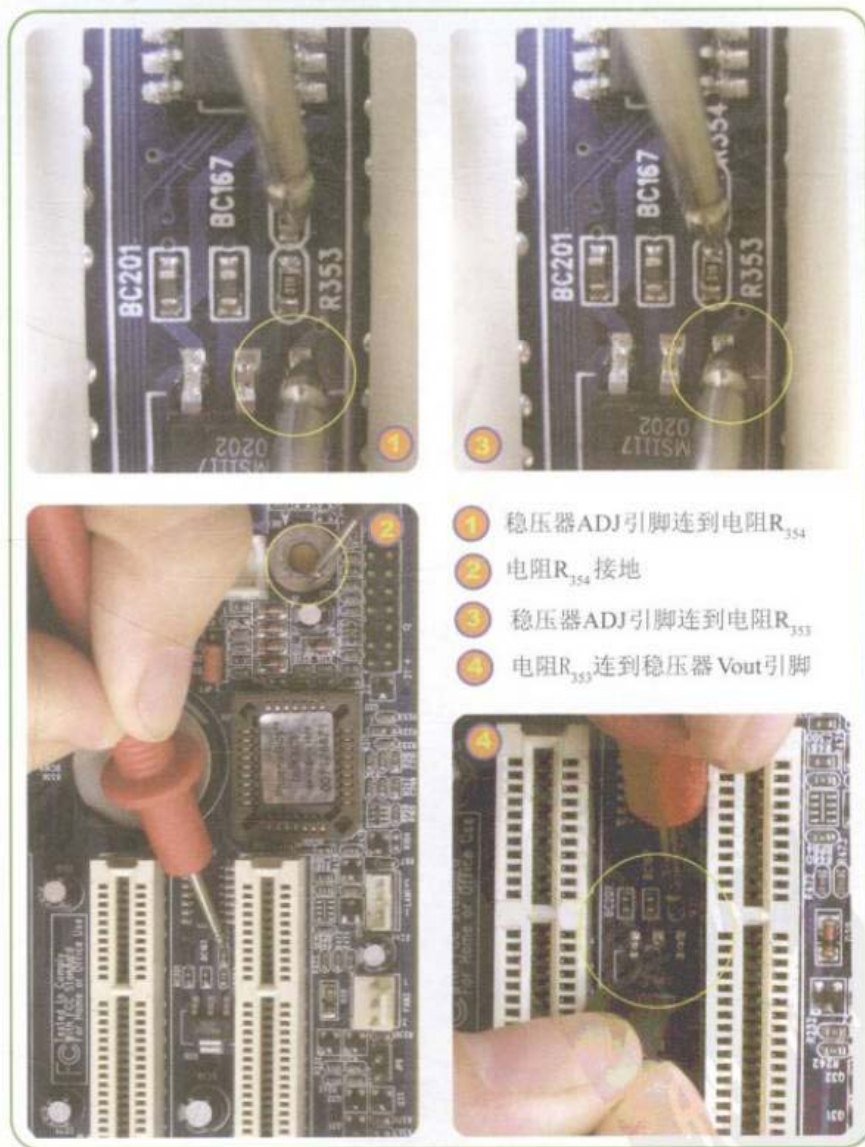

图6-23 三端稳压器的ADJ端和反馈电阻组成的反馈回路的线路
Step 03 测量三端稳压器的ADJ端和反馈电阻组成的反馈回路的线路, 如图6-23所示。